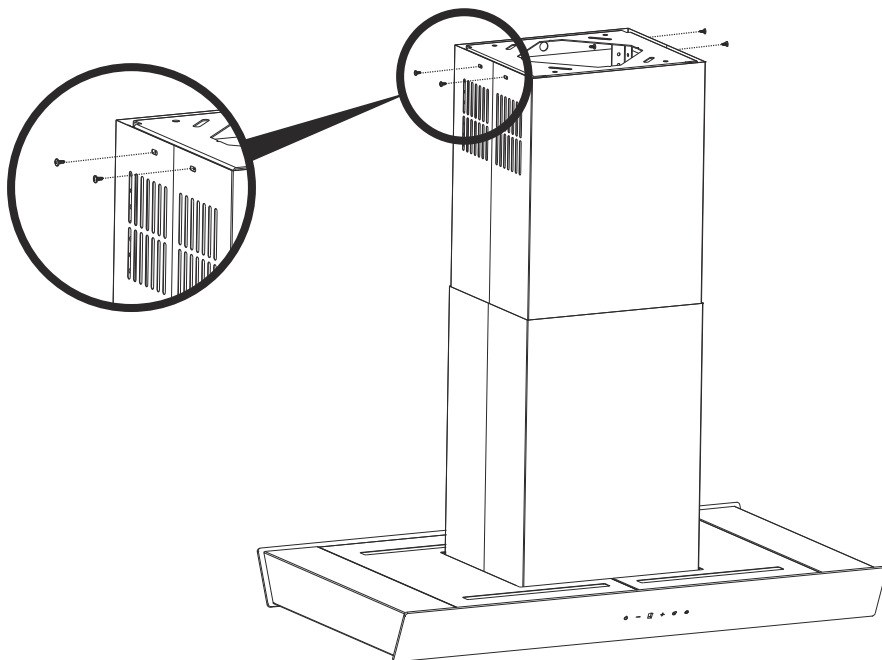

Fig. 11
- Lyft nu upp den inre skorstenen ända upp till taket och skruva fast den på takplattan med 3,5 x 9,5 skruvar (Fig. 11).